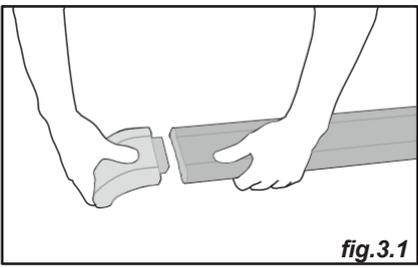

fig.3.1
- Montar o perfil de alumínio e os acessórios com uma chave auto-roscante Parafuso 4,2 x 19 mm ou rebite, de acordo com os esquemas abaixo (fig.3.1 e 3.2).